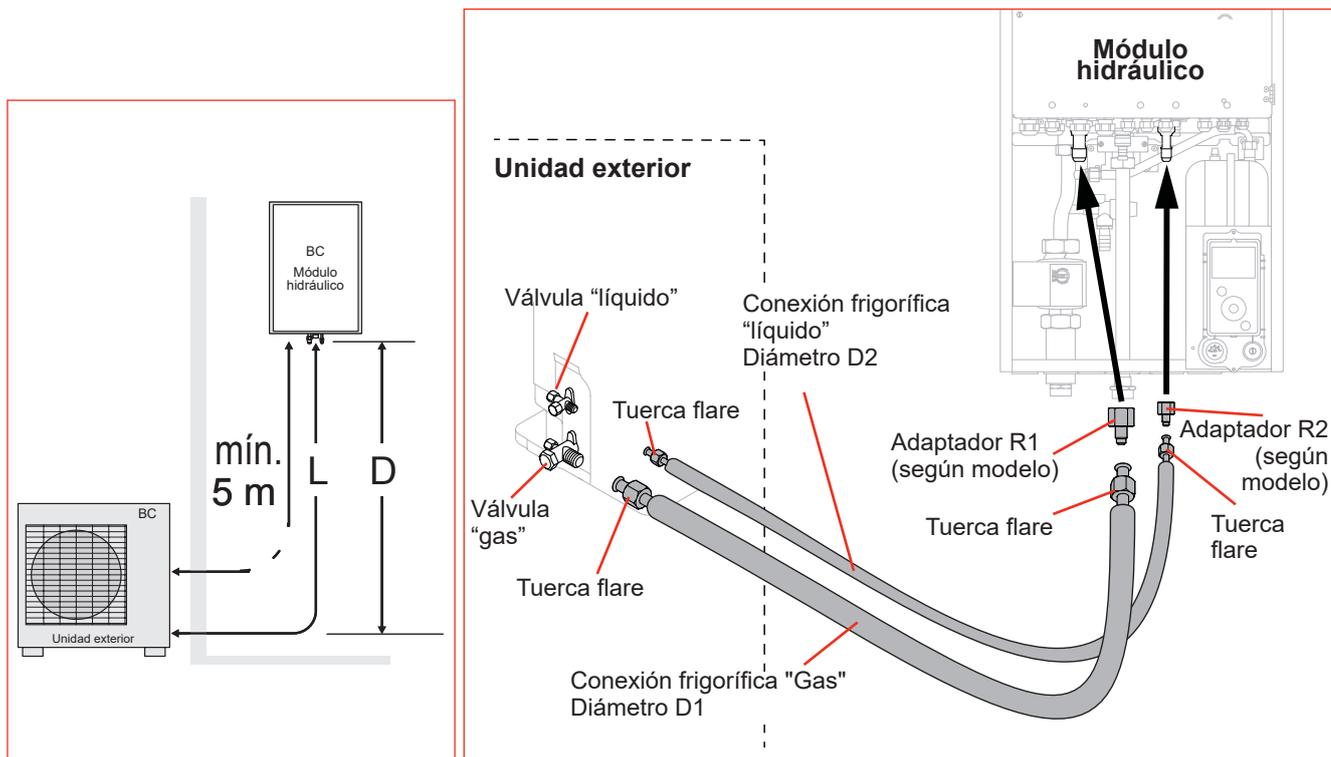

fig. 19 - Conexiones frigoríficas (diámetro y longitudes permitidas)
- Según el caso, conecte un adaptador (reducción) 1/4"- 3/8" o 1/2"- 5/8" (consulte *fig. 19*).